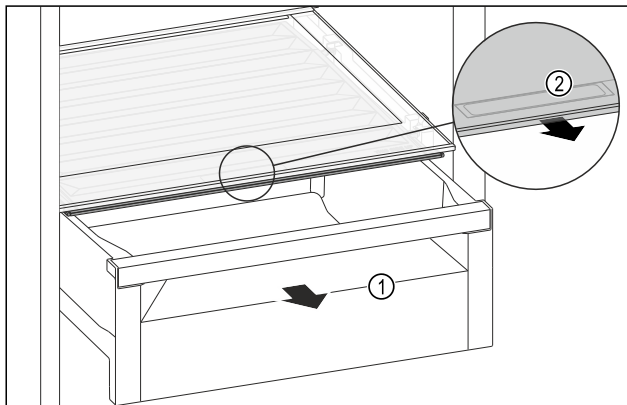

Fig. 124
- Estrarre il cassetto Fig. 124 (1).
- Afferrare la maniglia incassata Fig. 124 (2) sul coperchio dello scomparto e tirare allo stesso tempo in avanti il coperchio dello scomparto.